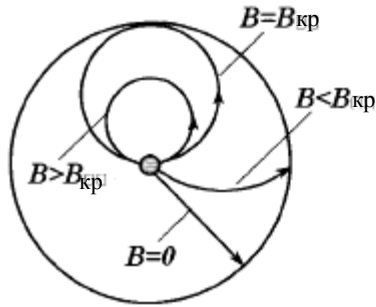

Рис. 2. Траектории электронов, вылетающих из катода, при разных значениях индукции магнитного поля
Рассмотрим траекторию электронов, движущихся в лампе под действием электрического и магнитного полей. Если радиус катода мал по сравнению с радиусом анода, то траектория будет близкой к окружности (рис.2). Действительно, в этом случае максимальная напряженность электрического и, следовательно, наибольшее ускорение электрона будут в области, близкой к катоду. Подавляющую же часть пути электрон пройдет почти с постоянной по модулю скоростью v . Поэтому его траектория будет определяться почти целиком однородным перпендикулярным магнитным полем, которое действует на электрон с силой $F = e[v, B]$. Если векторы v и B ортогональны, а модуль этой силы можно считать постоянным, то траектория электрона будет окружностью некоторого радиуса R . Тогда по закону Ньютона
Величина радиуса окружности R зависит от индукции поля B (при постоянном U). В отсутствие магнитного поля траектория электрона прямолинейна (рис. 2). При слабом поле траектория несколько искривляется, но электрон все же попадает на анод. При некотором (критическом) значении магнитного поля $B_{кр}$ траектория искривляется настолько, что только касается анода. Наконец, при $B > B_{кр}$ электрон вовсе не попадает на анод и возвращается к катоду. Величину $B_{кр}$ нетрудно найти из (3), заметив, что в этом случае $R = r_a / 2$ (r_a — радиус анода). Тогда